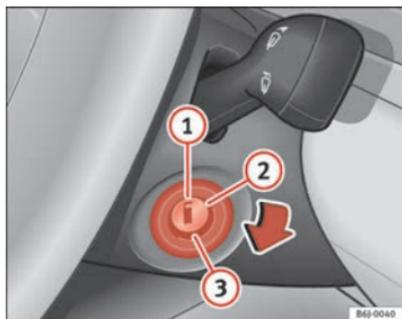

Fig. 95 Posiciones de la llave de contacto
En esta posición ⇒ fig. 95 el encendido y el motor están desconectados pudiéndose bloquear la dirección.
- Gire la llave de contacto hasta la posición ⇒ **página 138, fig. 95 2**. El testigo  se encenderá en caso de precalentamiento del motor.
- Gire la llave de contacto a la posición ⇒ página 138, fig. 95 ①.